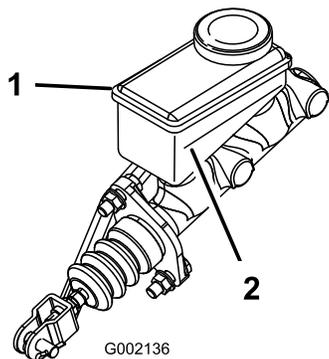

Рисунок 54
3. Проверьте уровень жидкости в боковой части бачка (Рисунок 54).
- В. Доливайте тормозную жидкость DOT 3 в бачок, пока ее уровень не будет выше отметки «Минимум» (Рисунок 54).